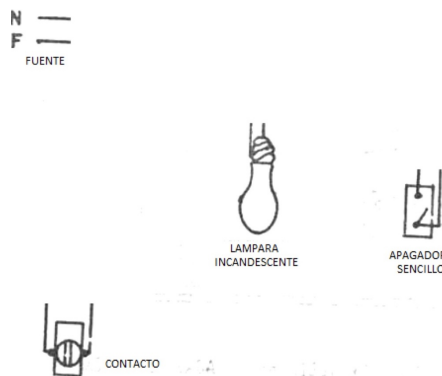

Figura 5
- Dibujar la conexión de una lámpara controlada con dos apagadores de tres vías y uno de cuatro vías o de paso. Ver figura 5.